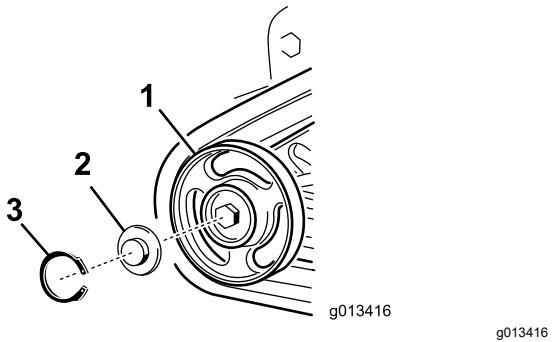

Figura 59
4. Retire o anel de retenção e a tampa da roda de estrada (Figura 59).
5. Verifique a lubrificação debaixo da tampa e em torno da junta (Figura 59). Se estiver suja, com grão ou retirada, limpe todo o lubrificante, substitua a junta e adicione novo lubrificante.
7. Coloque a tampa da roda de estrada lubrificada por cima do perno com cabeça (Figura 59).
8. Fixe a tampa da roda de estrada com o anel de retenção (Figura 59).